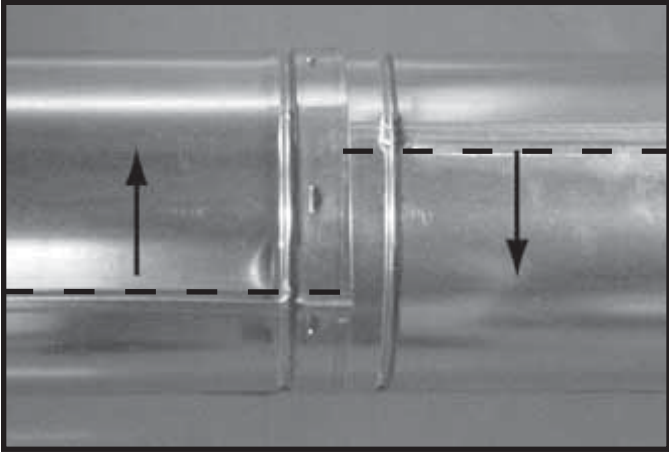

Figure 8.10 Tourner les joints pour les désassembler
- Tourner l'une des sections (voir la figure 8.10) de façon à ce que les joints des deux sections soient alignés (voir la figure 8.11).